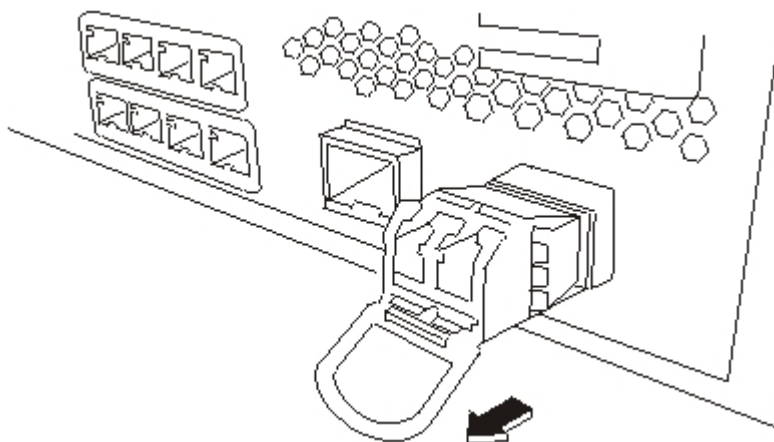

Figura 28. Removendo o transceptor SFP
3. Puxe para baixo a trava azul na parte frontal do transceptor, conforme mostrado na Figura 28.